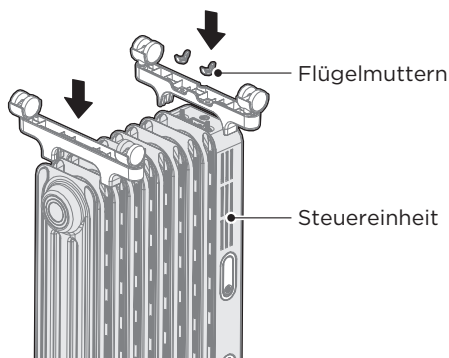

Abbildung 2
- 2 Drehen Sie die Heizung zunächst wie in Abbildung 2 und 3 dargestellt auf den Kopf, so dass die Unterseite nach oben zeigt. Richten Sie dann die beiden runden Befestigungslöcher eines Fußes mit den Schrauben an der Unterseite der Steuereinheit aus und setzen den Fuß auf das Gerät. Entfernen Sie das blaue Klebeband von den Füßen und befestigen Sie den Fuß mit den Flügelmuttern am Gerät. Befestigen Sie dann wie dargestellt den anderen Fuß in der zweite Wärmesenke.